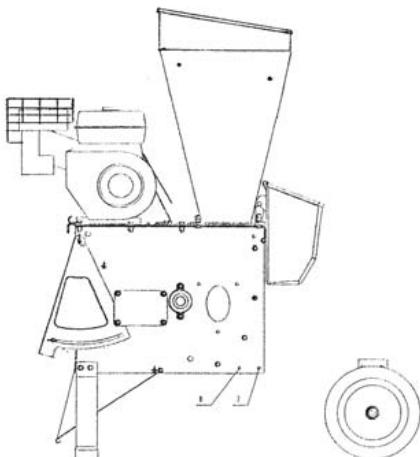

рис.3.
**3.** Установка кронштейна задней оси с колесами, см.рис.3.